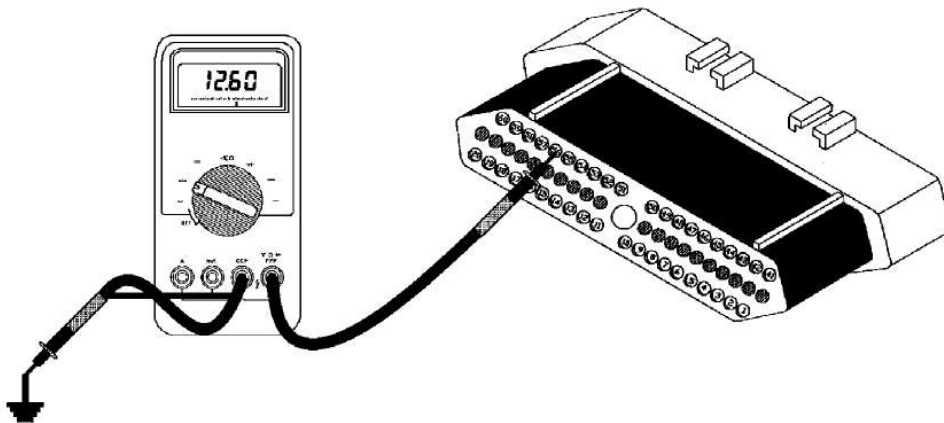

Figura 13
- Ahora controle el voltaje en la cavidad #56 (Vea la figura 13). Mientras controla el voltaje, menea los alambres que van a la batería. Si la lectura de voltaje se pierde o se torna errática al menear los alambres, sospeche una avería en el alambre o un alambre fusible quemado (Vea la figura 8 para la localización de los alambres fusible). Las figuras 9 y 10 muestran una tabla de alambres fusible por vehículo y color. Algunos modelos usan el típico fusible. Si el problema es que hay un abierto en un alambre, se tendrá que hacer una prueba de continuidad a diferentes puntos del alambre para encontrar la avería.